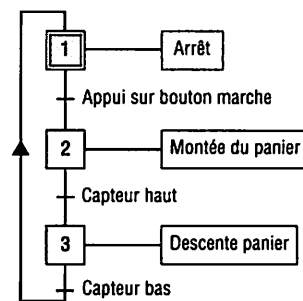

Fig. 10 : GRAFCET fonctionnel.
### 3.1. Spécifications fonctionnelles (PO) (fig. 10)